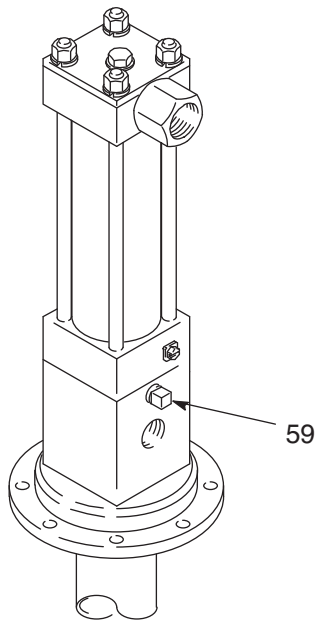

图 3
- 排液管：从泵适配器卸下插头（59），然后安装 1/8 直径的排泄管（B），末端接废液容器。监控液压液体的渗漏情况。如果其看起来过多或突然增加，则往复机构 / 泵可能需要更换。（图 3）